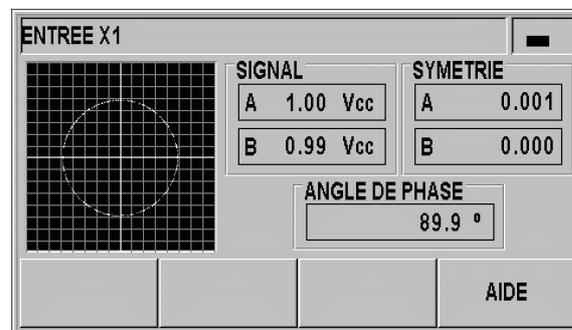

fig. II.38 Test du système de mesure: Interface 1 Vcc
- Dès que vous déplacez le système de mesure, le ND affiche graphiquement les signaux des canaux A et B sur une figure de Lissajous (cf. fig. II.38) ainsi que les valeurs d'amplitude, de symétrie et de l'angle de phase.